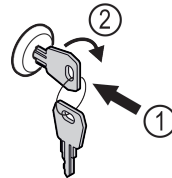

Fig. 200
- ▶ Пъхнете ключа. Fig. 200 (1)
- ▶ Завъртете го на 90° по посока на часовниковата стрелка. Fig. 200 (2)